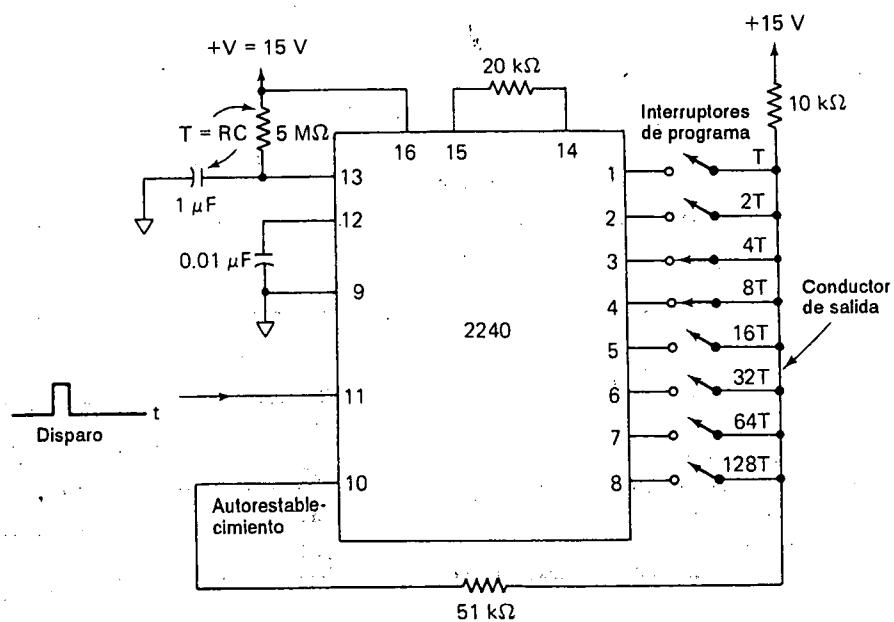
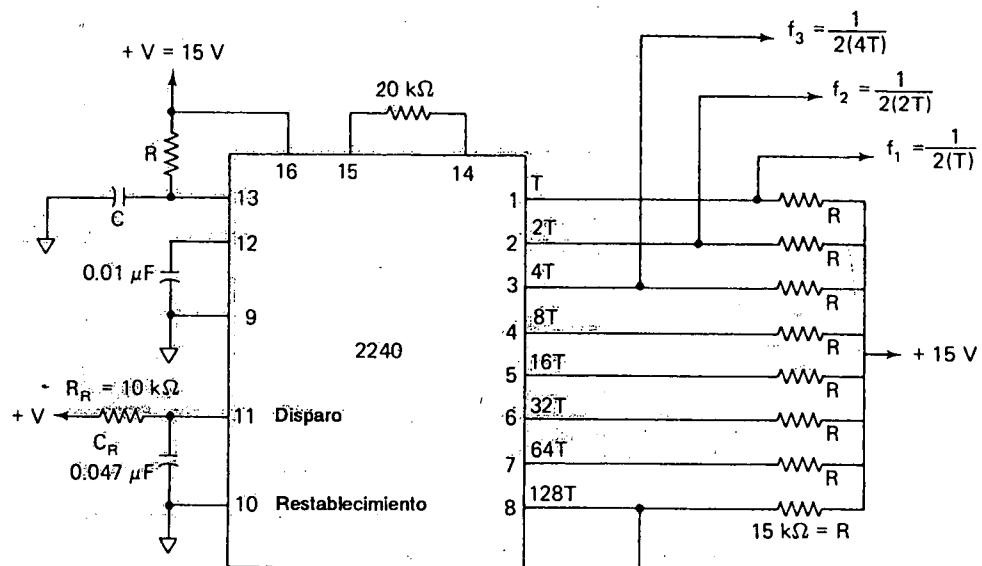
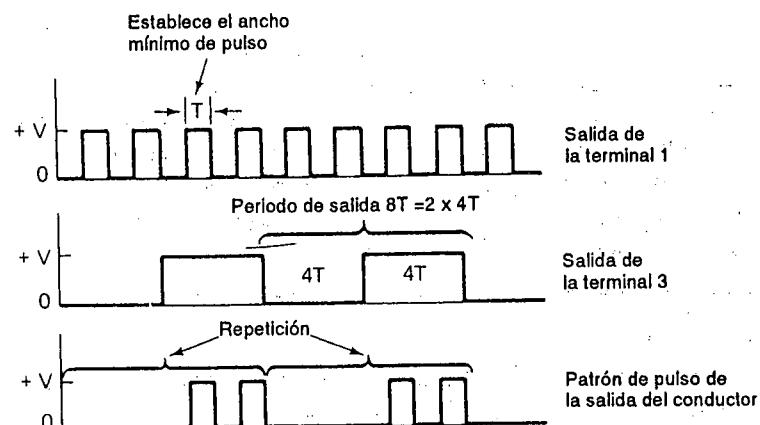

FIGURA 13-18 Temporizador programable de 5 a 21 min a 15 s en intervalos de 5 s.
FIGURA 13-19 Oscilador libre con salidas sincronizadas
FIGURA 13-20 Generador de señal de patrón binario con salidas T y 4T conectadas al conductor de salida.
El 2240 está cableado para operación monoestable en la aplicación de la figura 13-18 como temporizador programable. Cuando el disparo de entrada se va a alta, el conductor de salida va a baja para un período del ciclo igual a T_{sum} (véase la sección 13-8.3). Al final del ciclo temporizador, el conductor de salida se va a alta. La conexión del conductor de salida a través del resistor de $51 \text{ k}\Omega$ para restablecer la terminal 10 fuerza al temporizador a restablecerse por sí mismo cuando la salida se va a alta. Por tanto, después de cada pulso de disparo, el 2240 genera un intervalo temporizador de acuerdo con los interruptores de programación.
En la figura 13-18, $C = 1.0 \mu\text{F}$ y $R = 5 \text{ M}\Omega$ para establecer que el periodo base de tiempo dado por la ecuación (13-10) sea de 5 s. ¿Cuál es (a) el ciclo temporizador para la posición del interruptor que se muestra en la figura 13-18? (b) el ciclo temporizador mínimo programable; (c) el máximo ciclo temporizador programable?
El 2240 opera como un oscilador libre en el circuito de la figura 13-19. La terminal de restablecimiento está conectada a tierra de modo que el 2240 permanecerá en su ciclo temporizador una vez que enciende. Cuando se aplica corriente, R_R y C_R acoplan un pulso que va a positivo en la entrada de disparo 11 para activar la base de tiempo interna de tiempo del oscilador.
En la figura 13-19, $T = 2.5$ ms; ¿cuáles frecuencias están presentes en (a) salida 1; (b) salida 2; (c) salida 3; (d) salida 4?
Los patrones de pulso similares a los que se muestran en la figura 13-20 se generan por la versión modificada de la figura 13-19. La modificación requiere que los ocho resistores de salida se reemplacen por interruptores de programa y una resistencia única de $10\text{ k}\Omega$ similar al que se ilustra en la figura 13-18. También se elimina la resistencia de $51\text{ k}\Omega$ entre el conductor de salida y la terminal de autorestablecimiento.
La salida es un tren de pulsos que depende de cuáles interruptores de programa están cerrados. El periodo del patrón de pulso se establece por el interruptor de programa más alto que está cerrado. Y el ancho de pulso se establece por el interruptor de programa más bajo que está cerrado. Por ejemplo, si están cerrados los interruptores $4T$ (terminal 3) y $1T$ (terminal 1), el patrón de pulsos se repite cada $2 \times 4T = 8T$ segundos (véase la figura 13-20). El ancho mínimo de pulso es $1T$. Para
determinar el patrón real de pulso, consultese la carta de tiempo relacionada con la figura 13-16(b). Si los interruptores 1T y 4T están cerrados, hay un pulso de salida sólo cuando hay pulsos de salida en alta para cada línea. Los patrones de pulsos repetidos se muestran en la figura 13-20.
- 13-15. En el ejemplo 13-9, C se cambia a $0.1 \mu\text{F}$ y R a $500 \text{ k}\Omega$. Obtenga (a) el periodo base de tiempo; (b) el ciclo de temporizado para las posiciones de interruptores que se muestran en la figura 13-18; (c) el ciclo máximo temporizador.